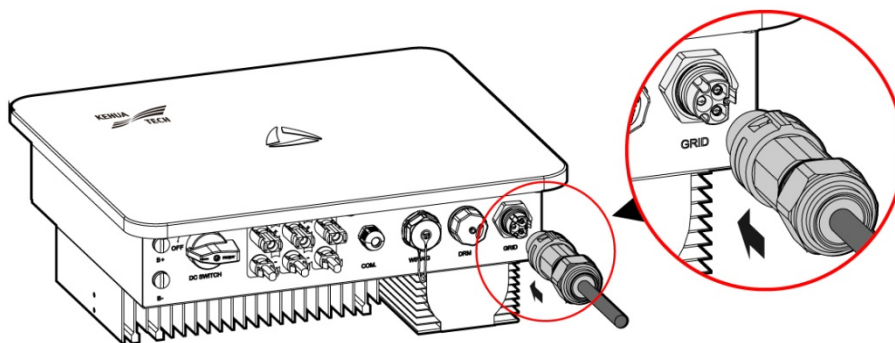

Figura3-26 Insira o conector de CA
- Etapa 4 Após a fiação, combine o conector de CA com a posição limite do terminal de saída de CA no inversor e insira o conector de CA para fixá-lo no inversor (como exibido na Figura3-26).